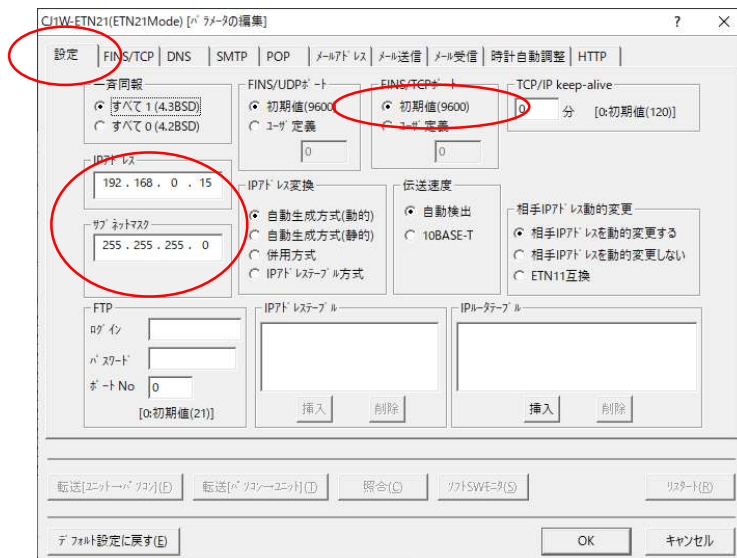

図 2-24
②表示された「CJ1W-ETN21[パラメータの編集]」画面で、[設定]のタブを選択し、予模擬側に設定した IP アドレスと同じアドレスを設定します。(図 2-24)